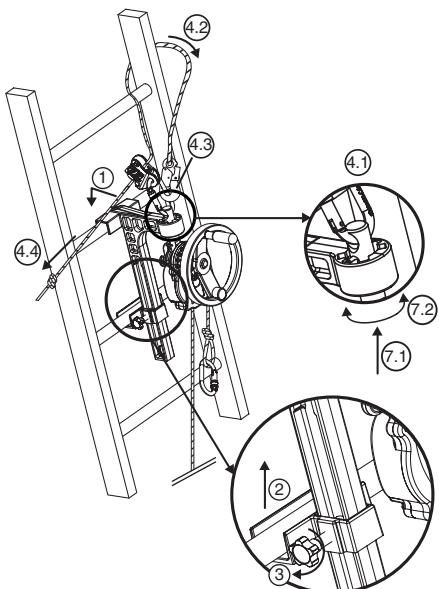

Fig. 6
6.3.2. Derope™ UP B apparat (Fig. 6)
1. Installer den store konsol, der kan fastlåses på stigens trin, i den valgte position for at foretage redningsaktionen over den person, der skal evakueres (Fig. 6, 1).
2. Før blokeringsklodsen op til det trin, der er lige under trinnet, hvor den store konsol er sat fast (Fig. 6, 2).
3. Fastspænd klosens blokeringsakse ved hjælp af fastspændingshåndtaget på siden af konsollen (Fig. 6, 3).
- Fastgør forbindelsesleddet til justeringsanordningen LCM 05 i hullet øverst på tilkoblingsaksen (Fig. 6, 4.1).
- Før sikringslinen omkring det trin på stigen, som ligger umiddelbart ovenover konsollen, ved at føre den omkring en af stigens vanger (Fig. 6, 4.2).
- Kobl sikringslinens forbindelsesled sammen med forbindelsesleddet på indstillingsanordningen LCM 05 (Fig. 6, 4.3).
- Stram sikringslinen ved at trække på den frie streng (Fig. 6, 4.4).
7. Vend Derope™ apparat efter behov ved at ændre tilkoblingsaksens position i indekseringsanordningen (Fig. 6, 7.1 – 7.2).